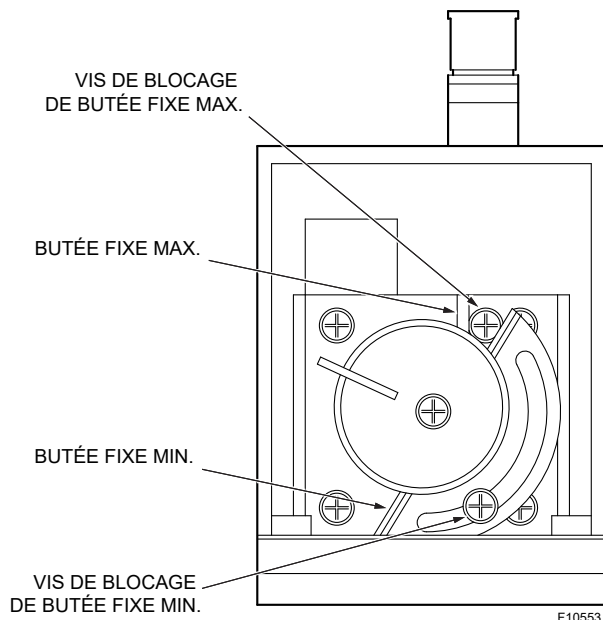

Figure 97. Arrêts de l'actionneur
4. **Actionneur et vanne - (Uniquement pour HO2T Track & Trim)** La vanne principale de gaz assure la majeure partie du contrôle du carburant, tandis que l'actionneur et la vanne HO2T offrent un contrôle partiel du carburant (contrôle de la compensation). L'actionneur est positionné en aval de la vanne principale de gaz. Voir la Figure 93. La vanne est une vanne modulante à volet vertical et est à ressort pour s'ouvrir en cas de perte de puissance ou de perte de signal. L'actionneur est équipé de butées minimales et maximales réglables; cependant, ces butées DOIVENT être réglées aux positions 0° et 180°. Voir **Figure 97**.
4. (Uniquement pour HO2T Track and Trim) Vérifiez que les arrêts de l'actionneur sont dans la position correcte. Voir **Figure 97**.